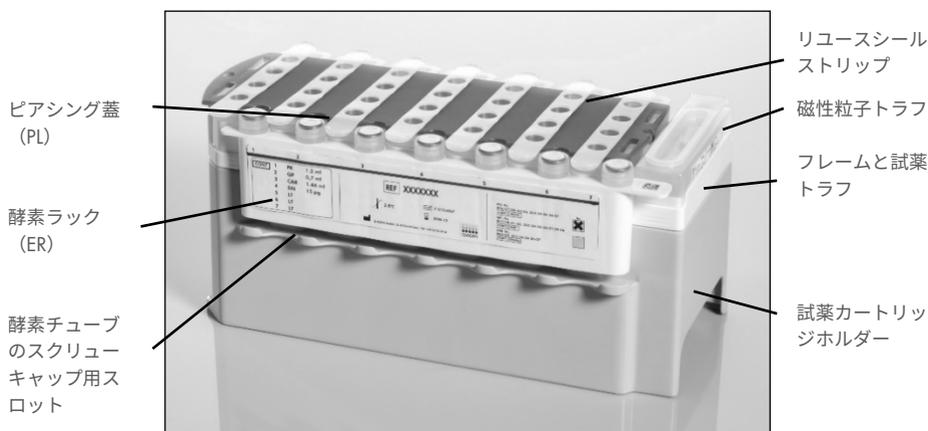

図 2. QIASymphony 試薬カートリッジ (RC)。試薬カートリッジ (RC) には、プロトコールランに必要なすべての試薬が含まれています。
DNA 精製試薬は革新的な試薬カートリッジ (RC) に入っています (図 2、20 ページ)。試薬カートリッジ (RC) の各トラフに磁性粒子、溶解バッファー、洗浄バッファー、溶出バッファーなど個々の試薬が入っています。一部使用した試薬カートリッジ (RC) はリユースシールストリップ (RSS) で再び封をして後に再使用できます。精製手順の終わりに残った試薬による廃棄物の発生を避けることができます。
手順開始前に、磁性粒子が完全に再懸濁されていることを確認してください。試薬カートリッジのフレームから磁性粒子トラフを取り外し、少なくとも 3 分間激しくボルテックスして、最初の使用前に、試薬カートリッジのフレームに再度設置します。試薬カートリッジ (RC) を試薬カートリッジホルダー内に設置します。酵素ラック (ER) を試薬カートリッジホルダー内に設置します。試薬カートリッジ (RC) を最初に使用する前に、ピアシング蓋 (PL) を試薬カートリッジ (RC) の上に置きます (図 2、上)。
磁性粒子トラフカバーを取り外して酵素ラックチューブの蓋を開けた後 (スクリューキャップは専用スロットに格納できます。図 2、上を参照)、次に試薬カートリッジ (RC) を「Reagents and Consumables」(試薬および消耗品) ボックスにロードします。